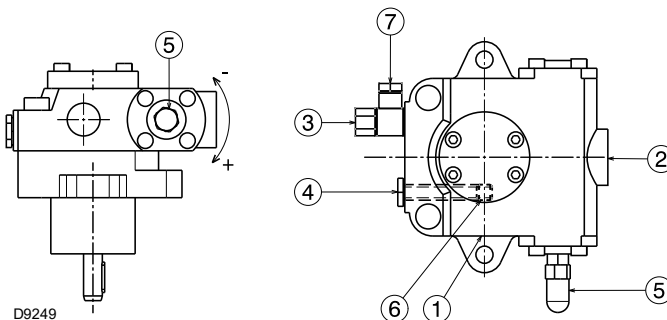

Fig. 22
Sono installate sul bruciatore con il by-pass chiuso dalla vite 6 (Fig. 22 a pag. 22).
- Perché la pompa (Fig. 22) possa autoinnescarsi è indispensabile allentare la vite 4) della pompa per sfiatare l'aria contenuta nel tubo di aspirazione.
Legenda (Fig. 22)
L'operazione suindicata è possibile perché la pompa lascia la fabbrica piena di combustibile. Se la pompa è stata svuotata, riempirla di combustibile dal tappo del vacuometro 4)(Fig. 22) prima di avviarla, altrimenti grappa.